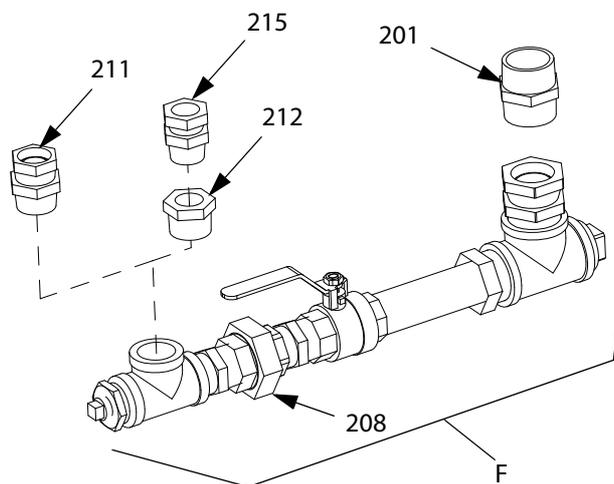

Рис. 7. Подключение блока выпуска жидкости к нижнему блоку насоса
- 4. Ослабьте штуцер (208).
- 5. Подключите поворотный фитинг (211 или 215) к нижнему клапану насоса. См. Рис. 7.
- 6. Нанесите трубный герметик на одну резьбу ниппеля (201) и установите смазанный герметиком конец в нижнюю часть бункера (D).
9. Затяните штуцер (208) и убедитесь в том, что блок выпуска жидкости отрегулирован. См. Рис. 7 на стр. 10.